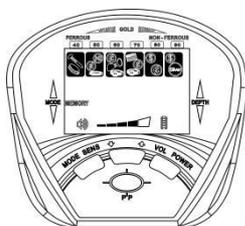

Fig.12
a) Pulse de nuevo el botón MODE, el cursor MEMORY se ilumina. Y el cursor de discriminación del blanco se ilumina. (ver Fig.12)
e) Si desea buscar otros metales, pulse de nuevo el botón "MODE". El cursor "MEMORY" sigue iluminado, y sigue mostrando lo mismo que en la Fig.12. A continuación, repita la operación anterior.
f) Para salir del modo "MEMORY", pulse el botón "MODE", haciendo que el detector vuelva al estado de la Fig.12. A continuación, pulse de nuevo el botón "MODE", para salir del modo "MEMORY", y entrar en el siguiente modo de funcionamiento.